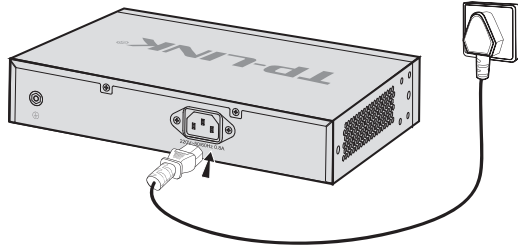

图3-2 电源连接示意图
2. 使用交换机原装电源线连接交换机与电源插座，如图3-2所示。